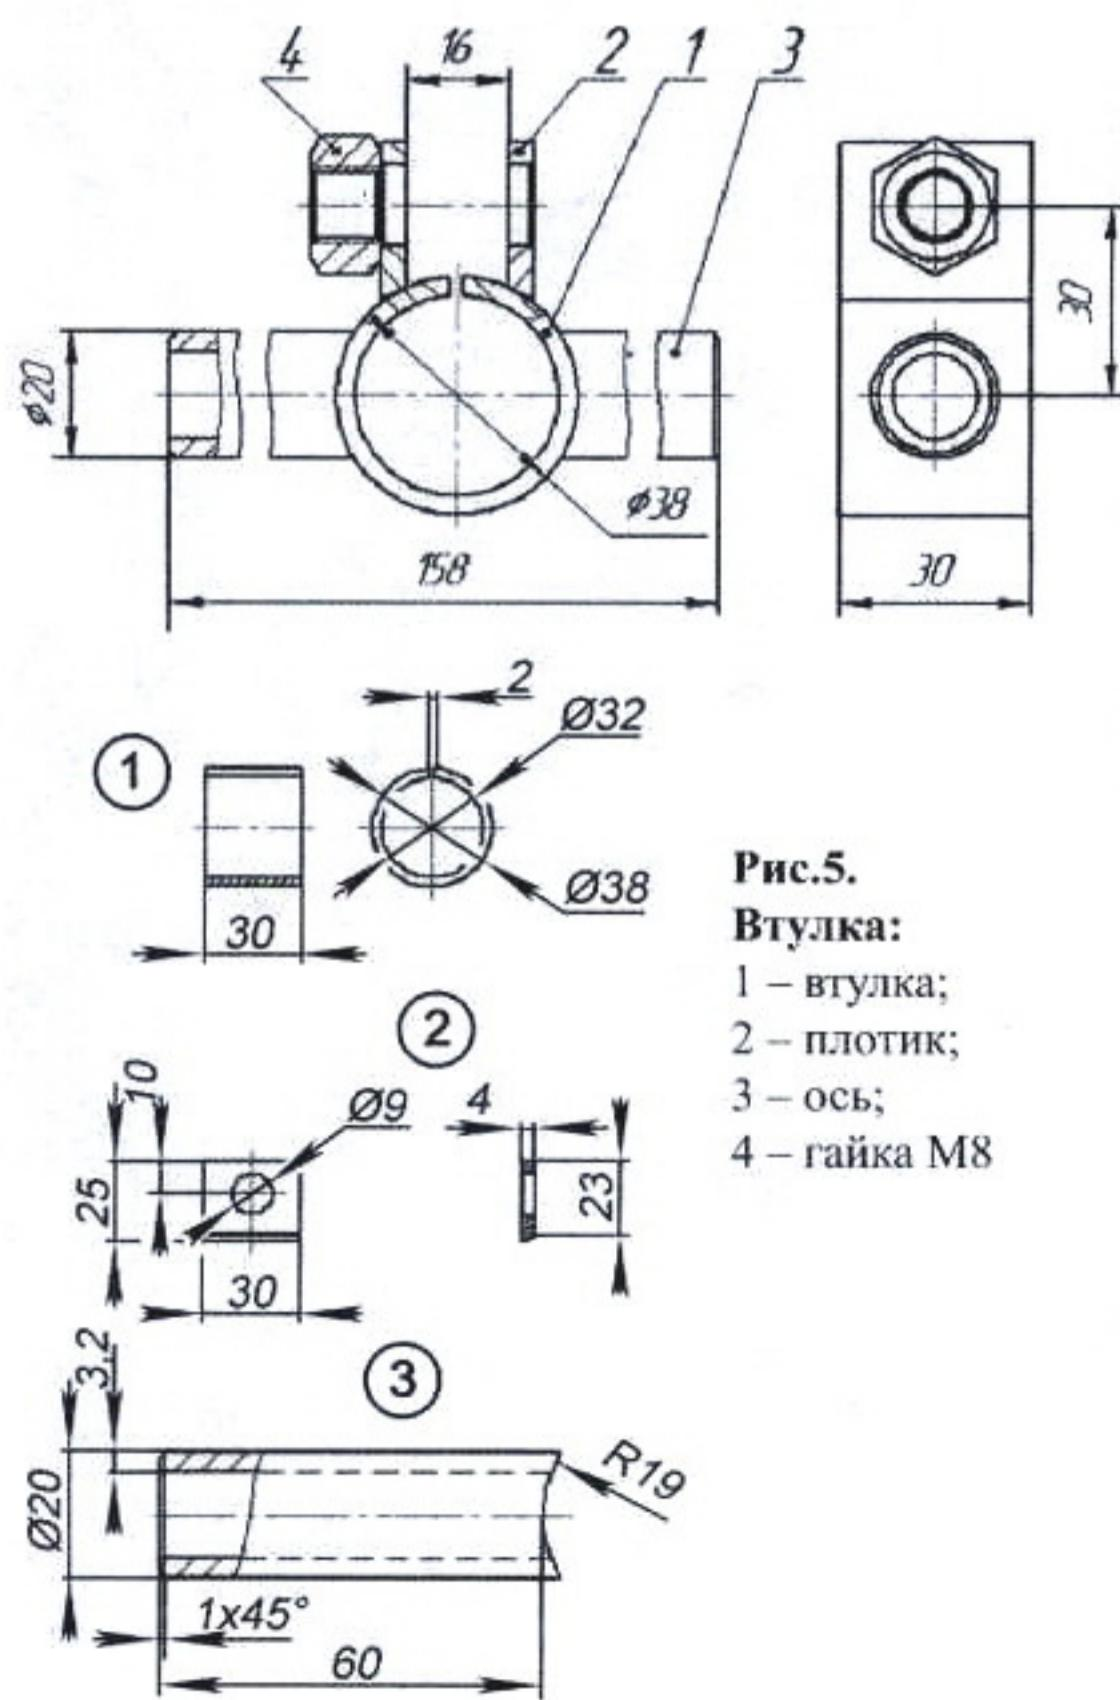

Рис.5.
– Кронштейн для установки электродвигателя (поз. 4, рис. 5) устанавливается на раму и крепится четырьмя болтами.